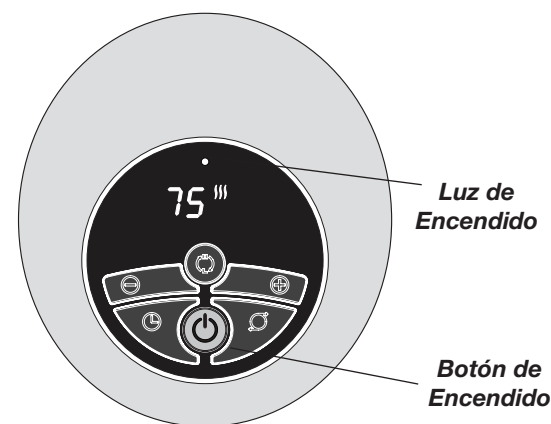

Figura 1
FUNCIONAMIENTO (Figura 1 a 3)
- Cuando el Calefactor se conecte por primera vez, se oír un "bip" y la **Luz de Encendido** se encenderá indicando que hay electricidad en la unidad. La **Luz de Encendido** permanecerá encendida hasta que el Calefactor sea desconectado del tomacorriente eléctrico. (Figura 1)
- Al encender el Calefactor, la unidad estará en calor ALTO (⏻) (1500 vatios) y mostrará la temperatura actual de la habitación (Figura 1)